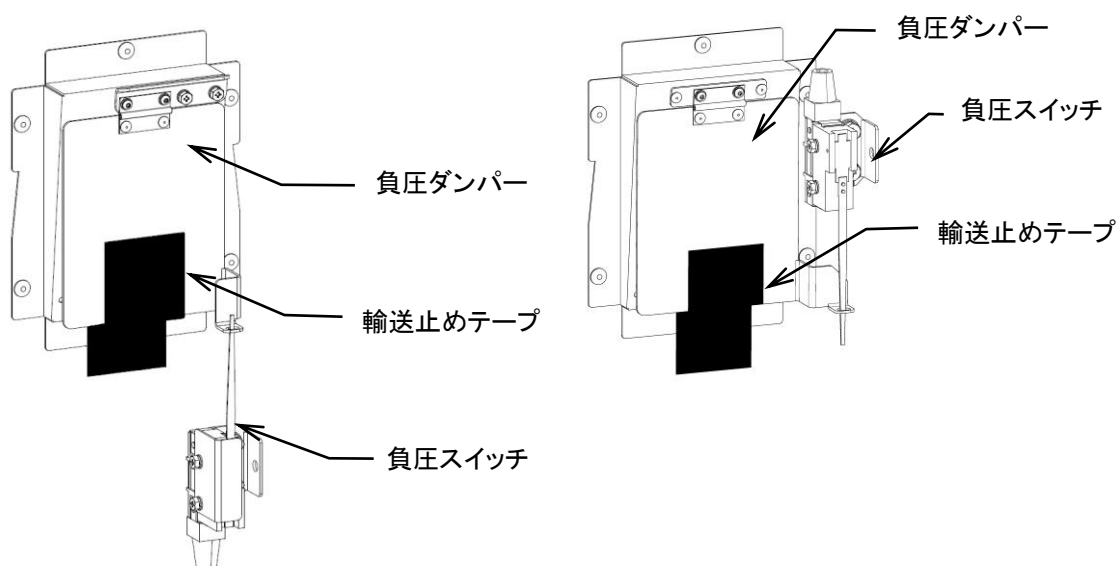

図 4-5 (左:VE143 右:VE253)
- 1) 機械後部にある負圧ダンパーの輸送止めテープを外します。(図 4-5)